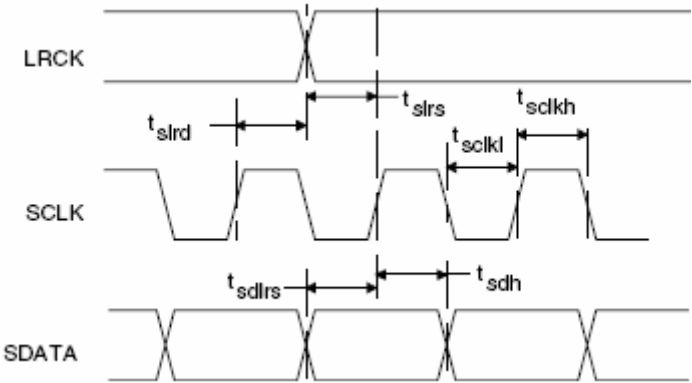

图 4 外部串行模式输入时序
(5) SCLK/LRCK 比值必须为 32, 48 或 64。这个比值以来于 part type 和 MCLK/LRCK 比值。(见图 4—6)